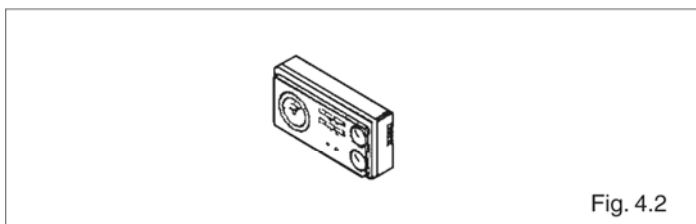

Fig. 4.2
- установите термостат в помещении на требуемую температуру ($\sim 20^{\circ}\text{C}$), либо, если в системе установлен программируемый таймер или устройство терморегулирования, убедитесь в том, что она «активирована» и установлена ($\sim 20^{\circ}\text{C}$) (рис. 4.2)